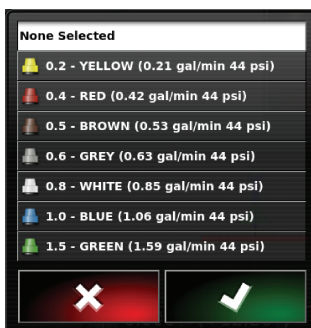

Figura 12
3. Premete sull'ugello corretto (Figura 12).